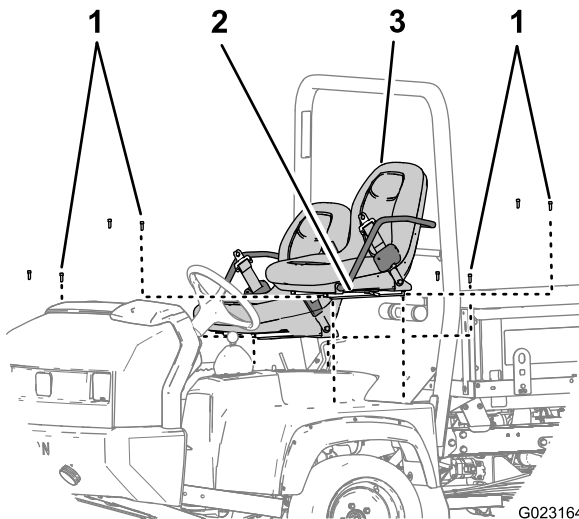

図 8
4. 座席レールをシャーシに固定しているソケットヘッドボルト8本を外して運転席を取り外す 図 8。